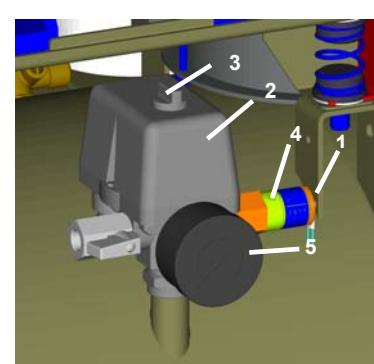
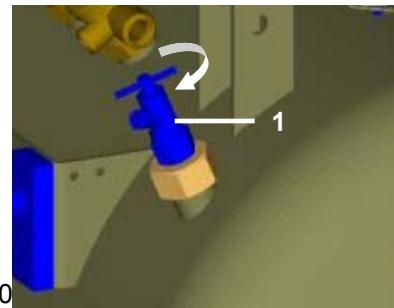

Bild.9
Bild.10
(Bild.9)
Kompressoren ohne Lufttrockner (Bild.10)
Falls der Kompressor längere Zeit nicht genutzt wird, ist es empfehlenswert, das Kondensat aus dem Druckbehälter abzulassen und den Kompressor dann für 10 Minuten mit geöffnetem Kondensatablassventil (1) (Bild.10) in Betrieb nehmen. Danach den Kompressor mittels des Schalters (3) auf dem Druckschalter (2) (Bild.9) ausschalten, das Ventil für den Kondensatablass schließen und das Gerät vom Stromnetz trennen.
Das Gerät vom Stromnetz trennen. Druckluft aus dem Druckbehälter durch Öffnen des Kondensatablassventils (1) (Bild.10) ablassen. Das Gerät entsprechend der örtlich geltenden Vorschriften entsorgen. Die Entsorgung ist gegebenenfalls einer spezialisierten Firma zu übergeben. Alle Produktteile des Gerätes haben nach Ablauf ihrer Lebensdauer keinen negativen Einfluss auf die Umwelt.